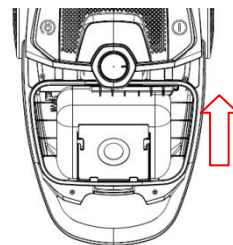

Fig 12
- Retire o suporte do saco e retire o saco cheio de pó. (Fig 12)